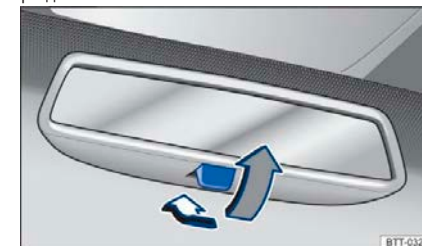

Рисунок 70 Внутреннее зеркало заднего вида с ручной регулировкой затемнения
- Отрегулируйте внутреннее зеркало заднего вида в режим затемнения, переместив регулировочный рычаг назад → рис. 70.